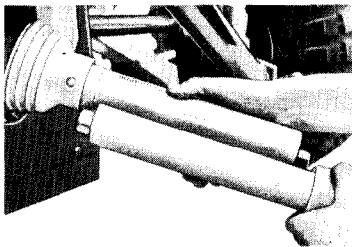

Fig. 6
2. Beim ersten Anbau vordere Gelenkwellenhälfte auf die Schlepperzapfwelle stecken. **Gelenkwellenrohre jedoch nicht ineinanderschieben**, sondern durch Aneinanderhalten prüfen, ob die Gelenkwellenrohre in **jeder Stellung** (auch die verschiedenen Anbau-Neigungen des Streuers lt. Streutabelle beachten) einerseits noch mindestens **60 mm ineinandergreifen** und andererseits **nicht gegen die Kreuzgelenke stoßen!** Bei zu langen Gelenkwellenrohren müssen beide Seiten gekürzt werden (Fig. 6). Der Winkeleinschlag eines Kreuzgelenkes darf **25 Grad** nicht übersteigen. (Gelenkwellenrohre schmieren!) Der Zapfwellschutz